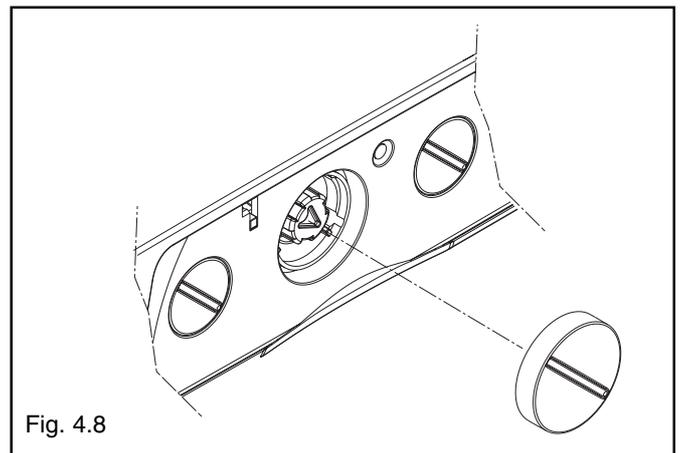

Fig. 4.8
- quitar el selector de función (fig. 4.8) tirando del mismo hacia afuera